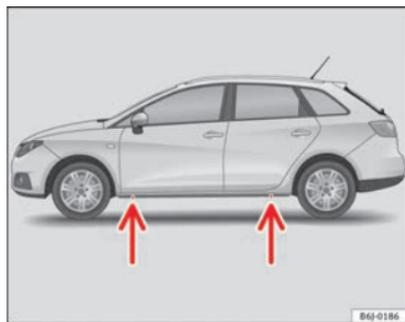

Fig. 143 Pontos de recepção do macaco
- Procure na longarina inferior o ponto de apoio mais próximo do pneu furado ⇒ Fig. 143.
Na longarina inferior estão assinalados os pontos em que o macaco pode ser aplicado ⇒ Fig. 143. Só existe um local previsto para cada pneu. O macaco não deve ser aplicado noutros pontos.